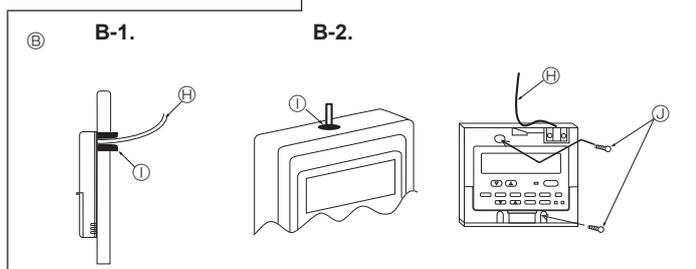

Fig. 6-3
(2) Vede a entrada de serviço do fio do controlo remoto com betume para evitar a invasão possível de gotas de condensação, água, baratas e vermes. (Fig. 6-3)
##### [Fig.6-3]